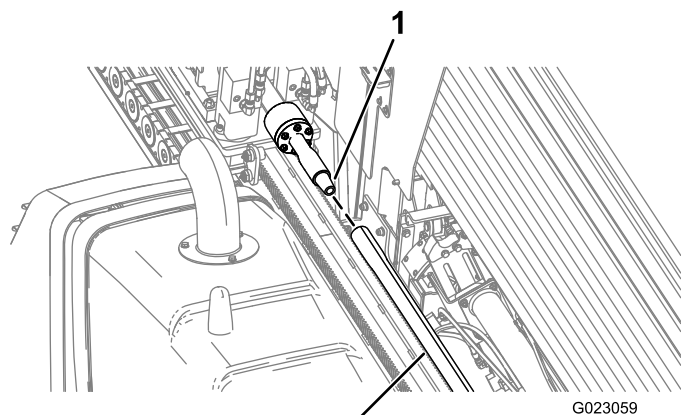

Figura 87
6. Gire o mandril no sentido horário e avance o sistema de translação lentamente para introduzir o mandril na extremidade fêmea da haste (Figura 87).
9. Gire o mandril no sentido horário e avance o sistema de translação lentamente para introduzir o mandril na extremidade fêmea da haste (Figura 87).